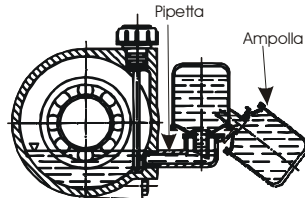

Fig.3: Oliatore
- se il supporto è provvisto di oliatore ribaltare l'ampolla e versare olio nella pipetta fino a raggiungere il livello come indicato in fig.3: riempire l'ampolla e portarla in posizione verticale. Controllare che il livello nell'ampolla rimanga costante. Gli oli indicati in tab. 1 sono validi per temperature comprese tra -10° e 120 ° C.